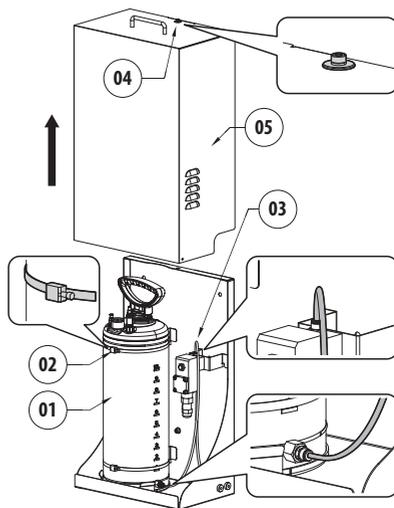

Fig. 4
Nas operações de instalação ou manutenção da bomba, é possível deixar o reservatório na posição ou retirá-lo (Fig. 4, página 10). Para retirar o reservatório (01), aperte as abraçadeiras metálicas (02) e solte o tubo de conexão (03).